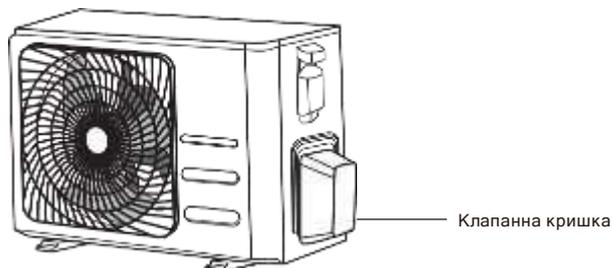

Рис. 5.9
1. Відкрутіть кришку упакованого клапана збоку зовнішнього блоку. (Див. **Рис. 5.9**)